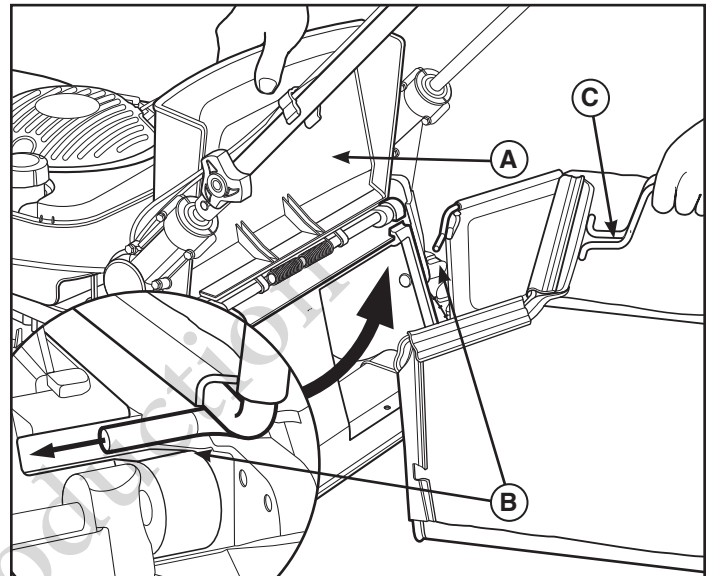

Figure 9
2. Pour installer le sac à herbe, soulevez la trappe (A, Figure 9) à l'arrière du carter de coupe.
3. Placez les crochets (B) de chaque côté du cadre du sac à herbe dans les fentes se trouvant sur la trappe.